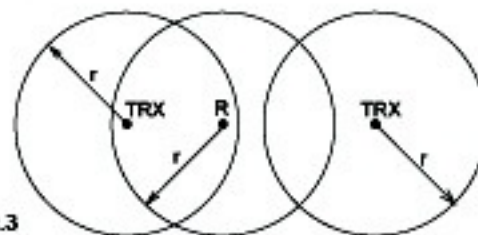

РИС. 3
- Приёмнику тяжело обнаружить слабый радиосигнал на большой контролируемой площади, что требует использования одного или более ретрансляторов для уверенного охвата нужной территории. На рис. 3 показан пример использования ретранслятора с применением ручных брелков-передатчиков UMB100H на большом участке.